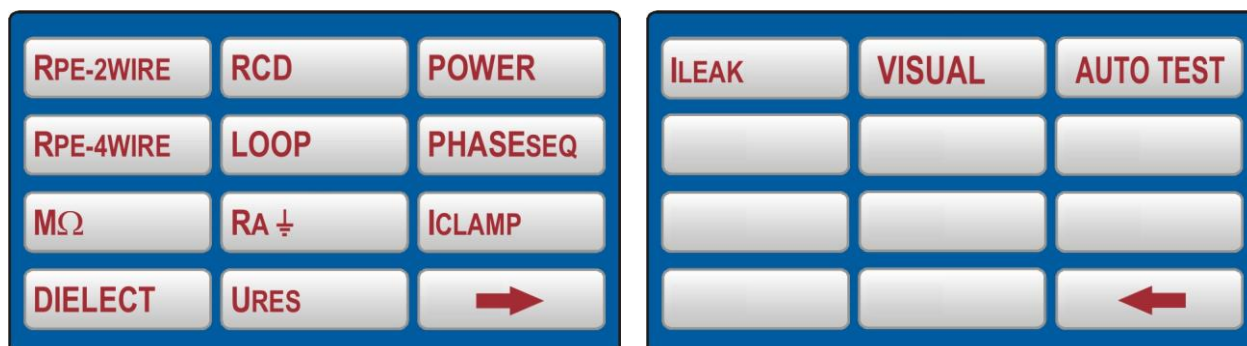

Fig. 3: Videata selezione funzioni
2. Toccare sul touch-screen la funzione desiderata. La videata corrispondente (ex: RPE-2WIRE – vedere Fig. 3) è mostrata a display